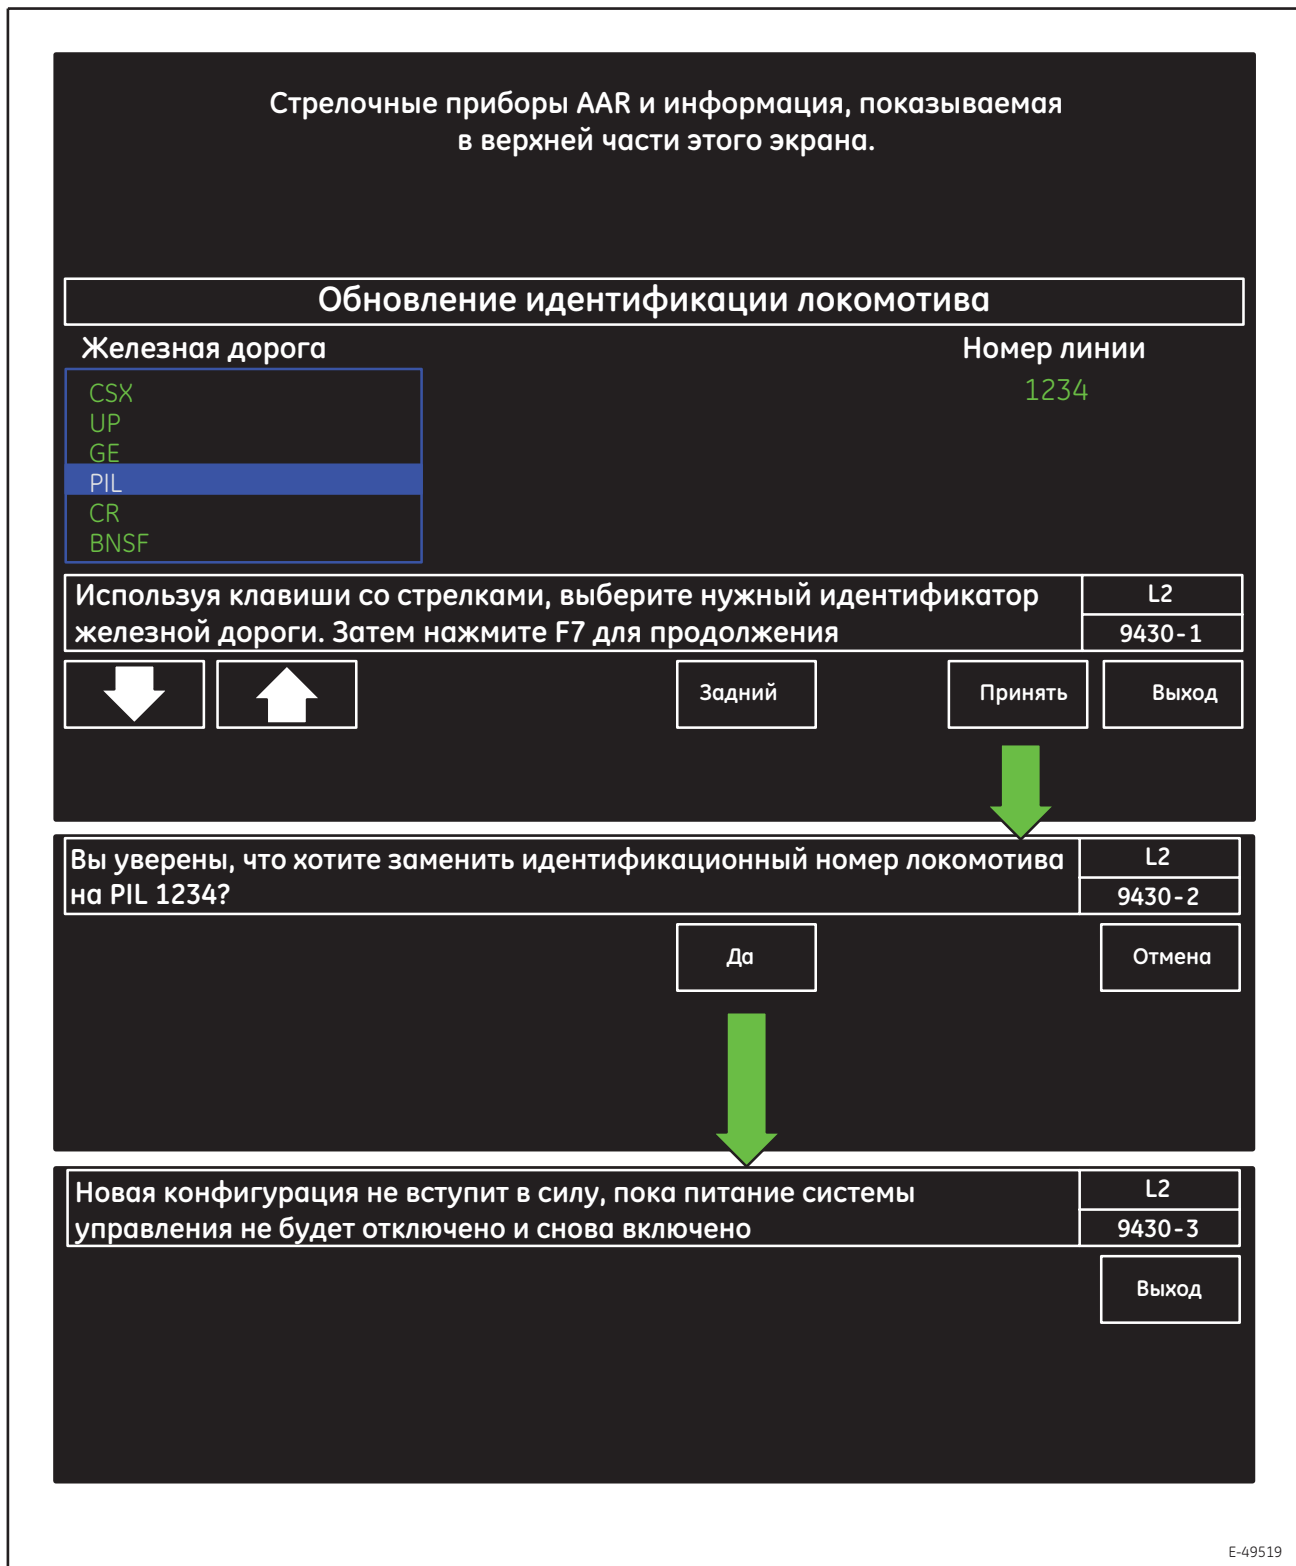

Рисунок 61. Типовой экран процесса обновления идентификации локомотива
- Если выделен пункт "Update Locomotive Road Number and Railroad ID" (Обновить номер дороги и идентификатор железнодорожной линии для локомотива), отобразится экран (9430-0, Рисунок 61). Дополнительные сведения см. в разделе 3.9.2.2.3., *ОБНОВЛЕНИЕ ИДЕНТИФИКАЦИИ ЛОКОМОТИВА* настоящей публикации.
Экран обновления идентификации локомотива (9430-0, Рисунок 61), состояние по умолчанию:
3. Сенсорная клавиша F7 (**Accept**) (Принять) - отображает экран процесса обновления идентификации локомотива (9430-1, Рисунок 61), состояние ввода.
Экран процесса обновления идентификации локомотива (9430-1, Рисунок 61), состояние ввода:
2. Сенсорная клавиша F7 (**Accept**) (Принять) - инициирует переход на экран процесса обновления идентификации локомотива (9430-2, Рисунок 61), состояние подтверждения.
Экран процесса обновления идентификации локомотива (9430-2, Рисунок 61), состояние подтверждения:
2. Сенсорная клавиша F8 (**Cancel**) (Отмена) - инициирует возврат к экрану процесса обновления идентификации локомотива (9430-0, Рисунок 61), состояние по умолчанию, без обновления идентификации.
Экран процесса обновления идентификации локомотива (9430-3, Рисунок 61), окончательное состояние: